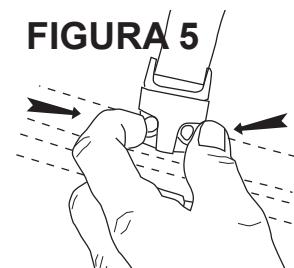

FIGURA 5
1. Destrabe ambas correas de retención ubicadas en la parte superior de la cubierta, detrás de la cabina y trábelas en la posición de almacenamiento. Consulte la Figura 5.